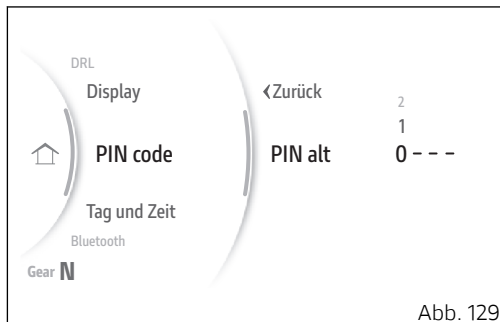

Abb. 129
- Im Display wird die Angabe „PIN alt“ angezeigt, dann ENTER (3) drücken, um mit der Eingabe fortzufahren (Abb. 129).